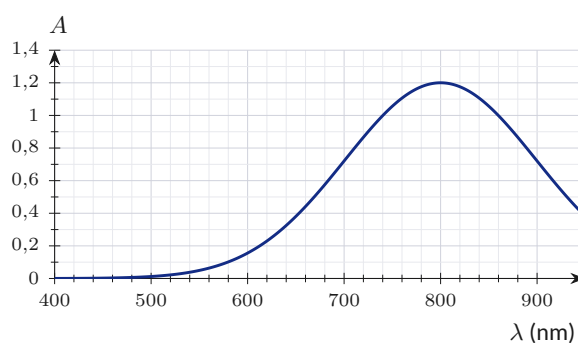

Figure 1 — Spectre d'une solution de sulfate de cuivre(II)
- 2.1** La figure 1 donne le spectre d'absorption d'une solution de sulfate de cuivre(II). Dans quel domaine de couleurs la solution absorbe-t-elle ? Justifier sa couleur bleue.